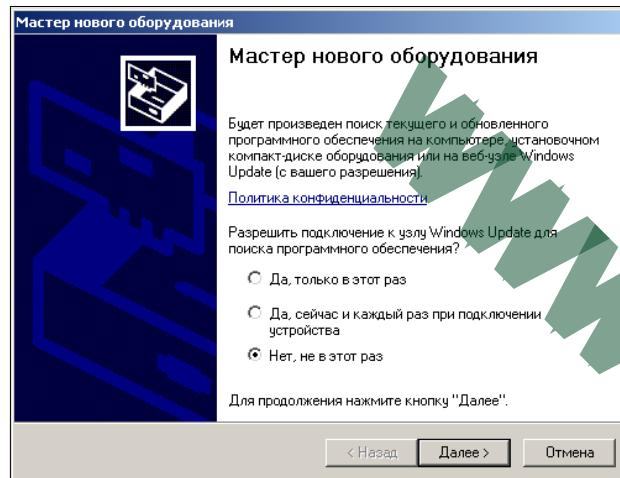

Рис. 3.9
- Как было описано выше, выберите "Нет, не в этот раз" и нажмите кнопку "Далее", чтобы продолжить установку, рис. 3.9.